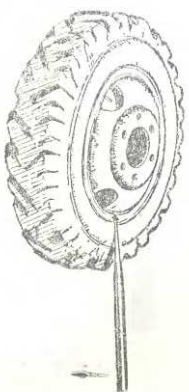

Рис. 32. Снятие бортового кольца
4. В просечку на конце бортового кольца ввести тонкий кончик прямой лопатки (рис. 32) и отжать его из замочной канавки обода.